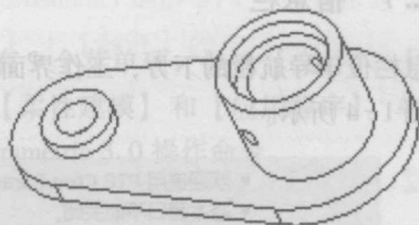

图 1-9 【消隐】显示方式
- (4) 【消隐】显示方式：以线框形式显示，不显示隐藏线，如图 1-9 所示；